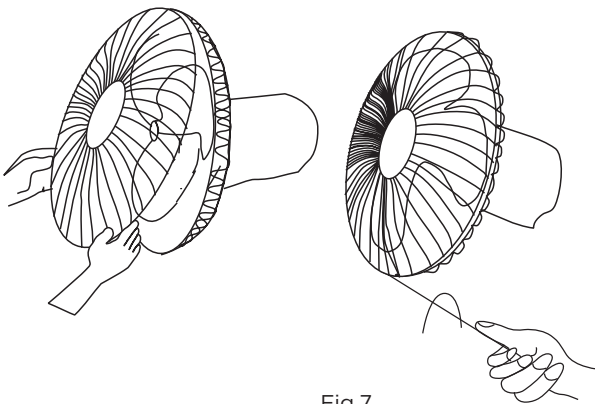

Fig.7
- 3** Fissare la protezione anteriore e quella posteriore con l'anello di sicurezza, quindi serrare la vite e il dado di bloccaggio della protezione del ventilatore.. (Fig. 7)